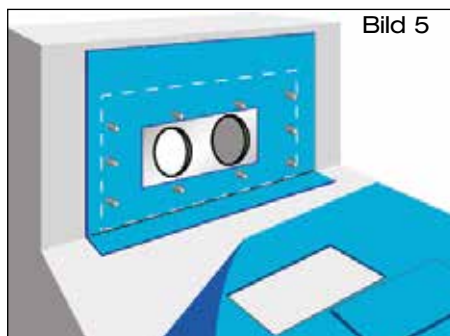

Bild 5
- 1.5 Dampfsperre aus **Bitumen** oder **Kunststoff** ausrollen. Im Bereich des Schiebepflanzflansches Dampfsperre rechteckig ausschneiden - 270 x 130 mm (Bild 5). Der Losflansch kann als Schablone verwendet werden. Dampfsperre zurückrollen.